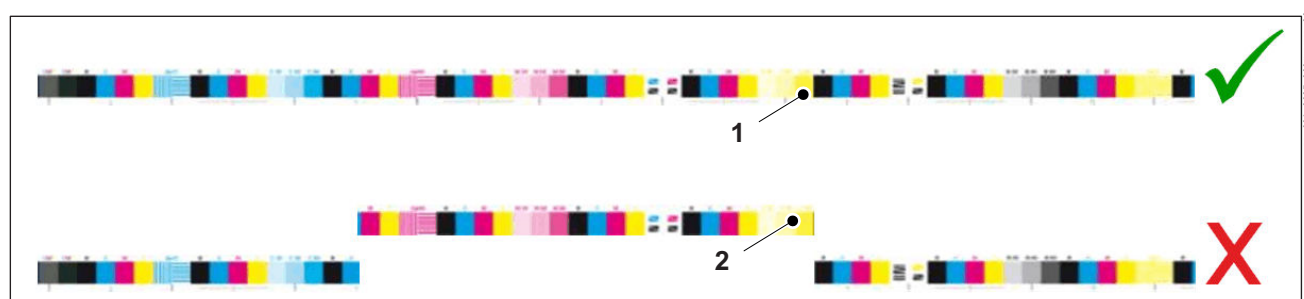

Abb. 8 Druckkontrollstreifen, teilversetzt
- Die Prinect Farbmessgeräte verarbeiten nur Druckkontrollstreifen in einer Ebene (Abb. 8/1). Unterbrochene und versetzte Druckkontrollstreifen (Abb. 8/2) können nicht gemessen werden.